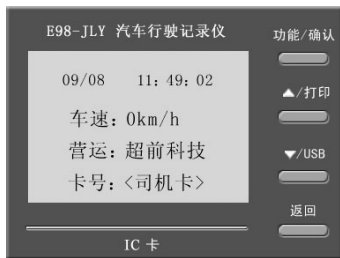

图 1
E98-JLY 控制面板上共有四个按键（如图 1）及 2 个通讯接口，分别为：
- (1) 插入 IC 卡后，待机状态下，屏幕显示如图 1：日期、时间、当前车速、运营商、卡号。